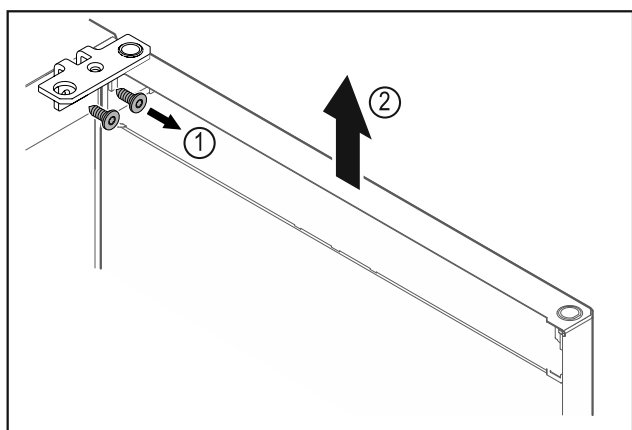

Fig. 12
- ▶ Odkręcić zawias Fig. 12 (1).
- ▶ Drzwi wraz z zawiasem należy podnieść prosto do góry o ok. Fig. 12 (2) circa 200 mm i zdjąć.